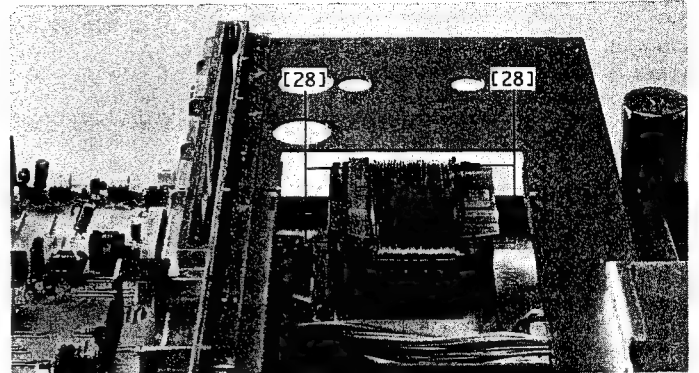
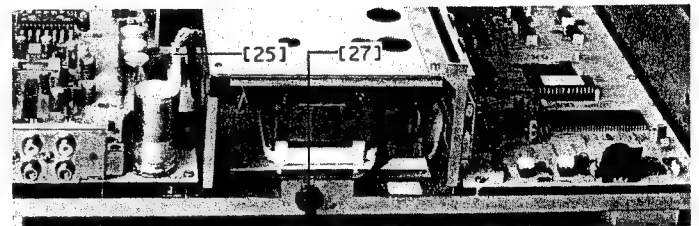
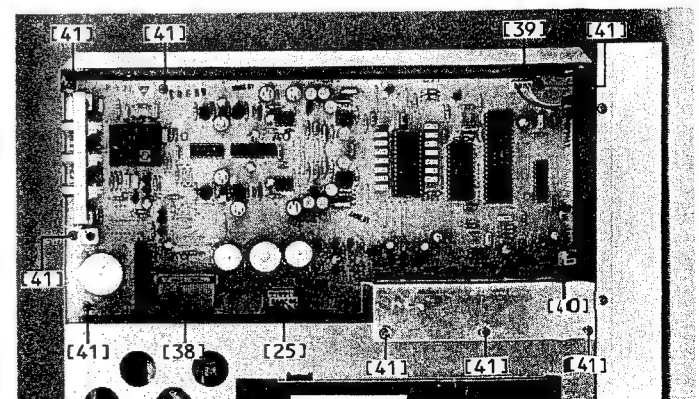
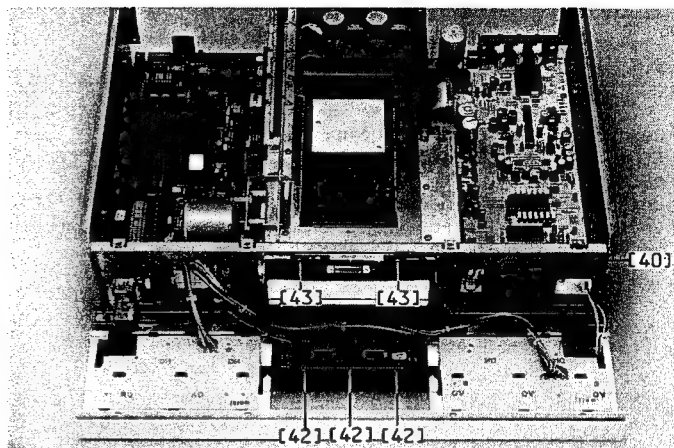

Fig. 2.9
Fig. 2.10
Fig. 2.12
Fig. 2.13
-> Fig. 2.9 / Fig. 2.10
-> Fig. 2.9 / Fig. 2.12
→ Fig. 2.13
→ Fig. 2.12 / Fig. 2.13